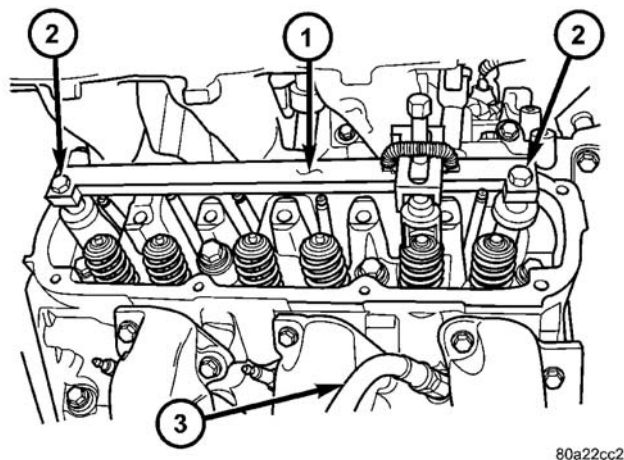

图 38 气门弹簧-拆卸/安装（盖安上）
(1) 断开蓄电池负极电缆。
(2) 卸下火花塞电缆和所有的火花塞。
(3) 卸下气缸盖罩。（参见 9-发动机/气缸盖/气缸盖罩-拆卸）
(4) 卸下摇臂和轴。（参见 9-发动机/气缸盖/摇臂-拆卸）
(5) 旋转发动机直至要求卸下弹簧的缸径中的活塞在 TDC 处。
(6) 将专用工具 8453 安装至气缸盖（图 38）。紧固装接螺栓至 $23\text{N} \cdot \text{m}$ (200in.lbs.)。
(7) 将一火花塞适配器安装在火花塞孔中。连接可以提供 $620.5-689\text{kPa}$ ($90-100\text{psi}$) 的气压的空气软管至适配器。目的是要在维修部件时，让气门保持在定位。
(8) 将强力螺丝和弹簧固定器适配器组件置于要求卸下的弹簧上（图 38）。
(9) 顺时针慢慢地转动螺丝（压缩气门弹簧）直至气门保持器可被卸下。
(10) 逆时针转动螺丝一松开弹簧张力。卸下固定器和气门弹簧。